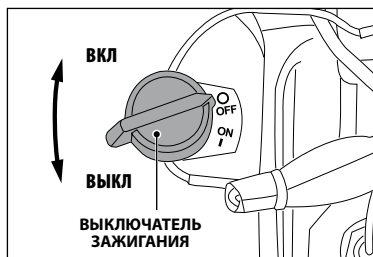

Рис. 15
7. Переведите выключатель зажигания в положение «ON» («1») (рис. 15).